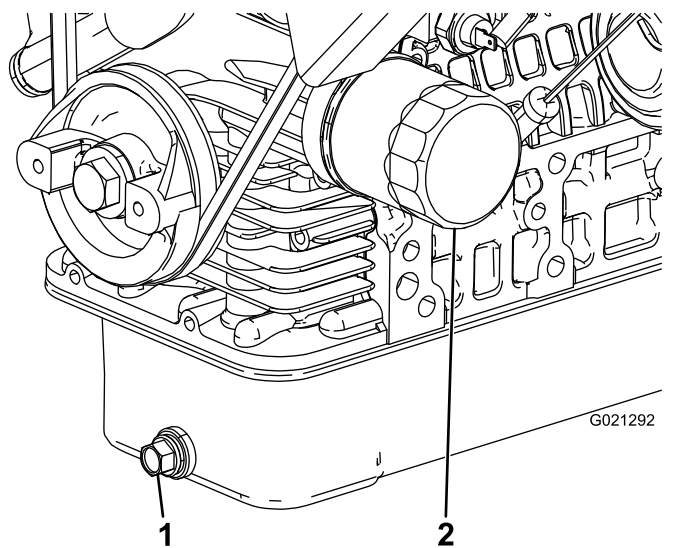

Figura 46
2. Retire el tapón de vaciado y deje fluir el aceite a un recipiente apropiado (Figura 46).
4. Retire el filtro de aceite (Figura 46).